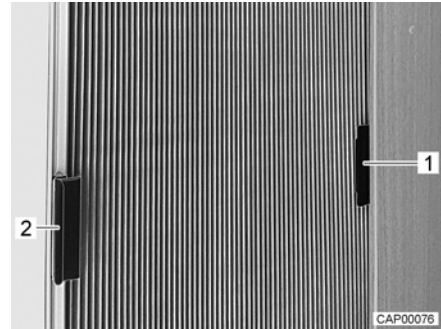

Bild 3 Faltverdunklung für Seitenscheibe (geschlossen)
- Faltverdunklung jeweils am Griff (Bild 3,1) in den Aufsatz (Bild 3,2) schieben. Die Faltverdunklung ist damit gegen versehentliches Schließen gesichert.